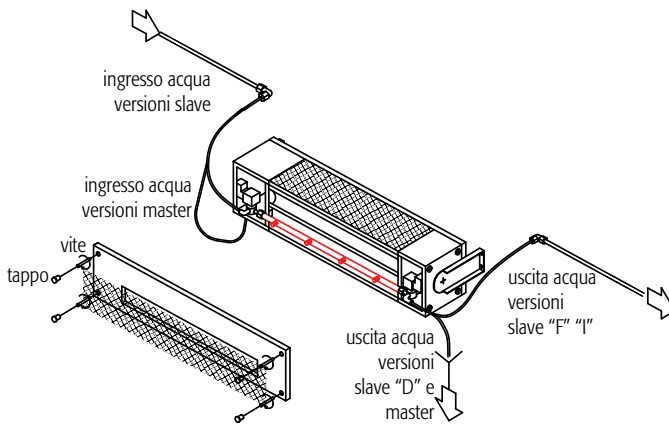

Fig. 24
14. se il funzionamento è corretto rimontare il pannello frontale e tutti i tappi (Fig. 24);